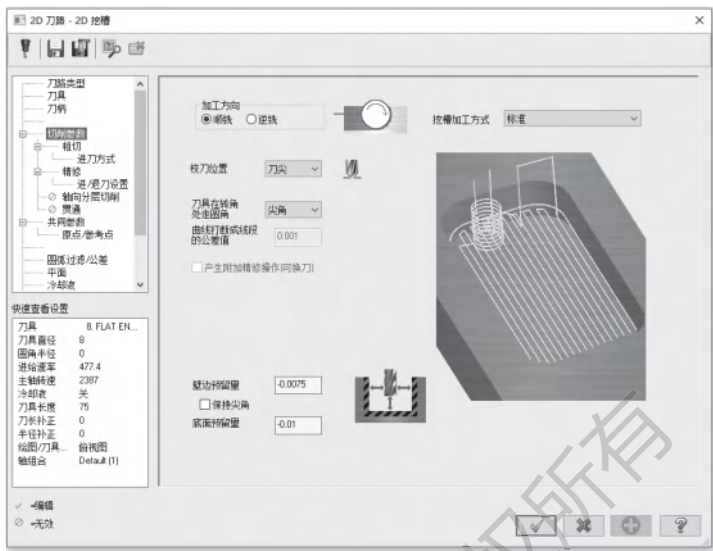

图 10-46 切削参数选项卡
3) 打开【切削参数】选项卡, 设置【壁边预留量】为 -0.0075mm , 【底面预留量】为 -0.01mm , 其他参数按默认设置, 如图 10-46 所示。